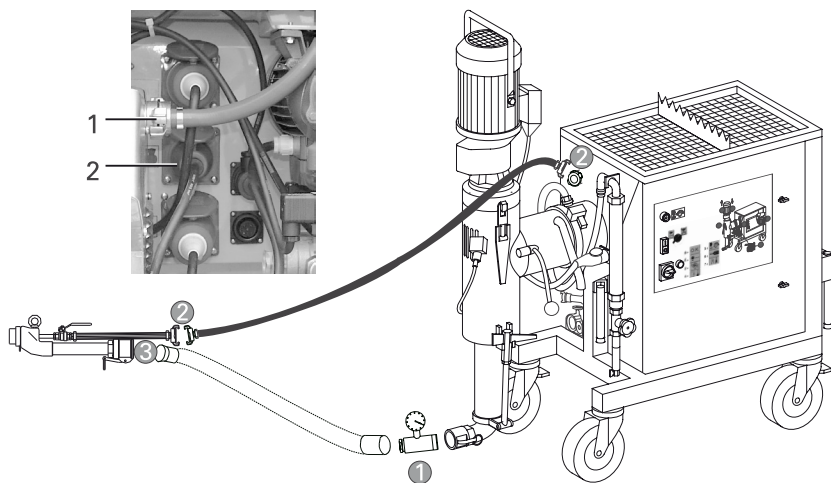

Bild 16: Anschlüsse bei Verwendung des Spritzgerätes
- Kompressor an der entsprechenden Anschlußdose anschließen (Bild 16, 2)
- Kompressor ist bei Auslieferung bereits über einen Luftdruckschlauch an die Luftarmatur angeschlossen (Bild 16, 1)
- Luftschlauch des Spritzgerätes an die GEKA-Kupplung anschließen (Bild 16, 2)
- Mörtelschlauch am Spritzgerät ankoppeln (Bild 16, 3)